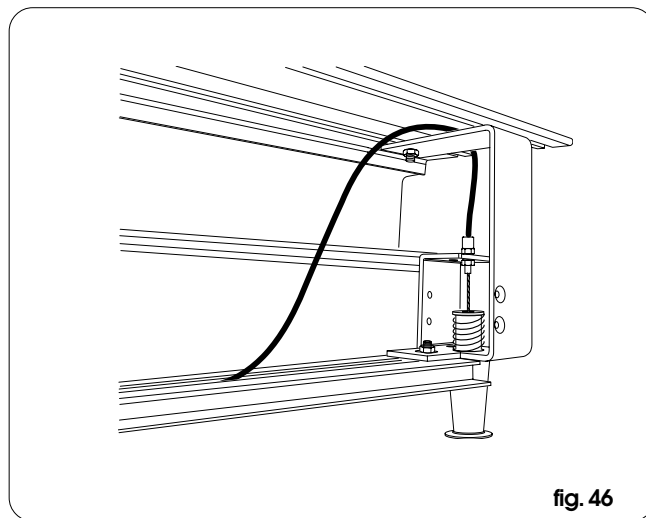

fig. 46
- Span het staaldraad totdat de klem aan de binnenkant tegen de knop komt (fig. 46).